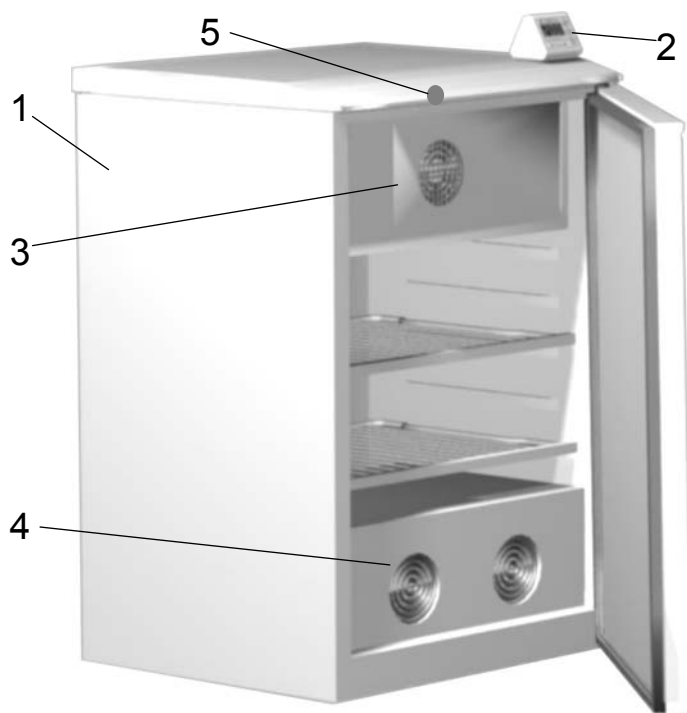

Рис.1
5.2.1. Внешний вид термостата показан на рис.1. Термостат состоит из корпуса и блока управления и индикации (БУИ).
Во время работы термостата не удаляйте поддон, расположенный под испарителем хладагента (см. рис. 1) и предназначенный для сбора водяного конденсата и распределения воздушных потоков.